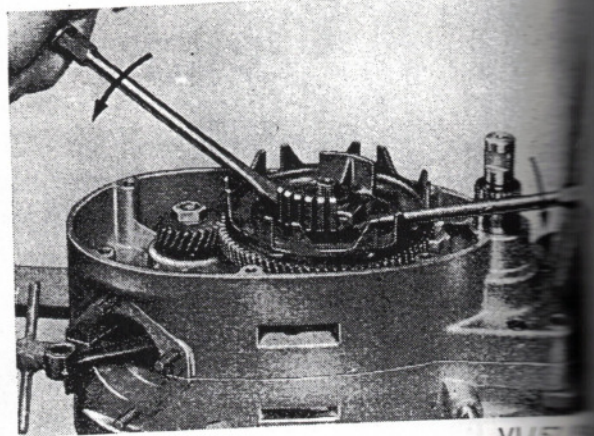

Abb. 28 Inneren Mitnehmer abdrücken
6. Inneren Mitnehmer abziehen, ggf. mit zwei kräftigen Schraubenziehern abdrücken, siehe auch Abb. 28).